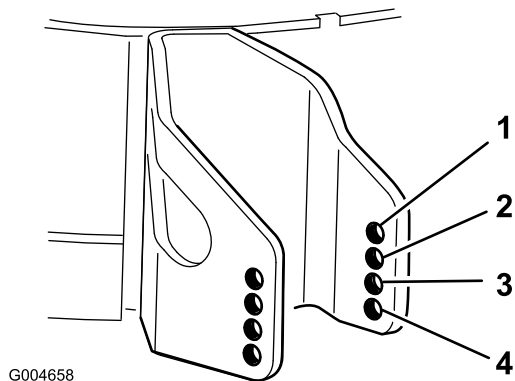

図 19
- 設定した刈高に一番近い数値の穴を、芝削り防止ローラの取り付け穴とする (図 19)。